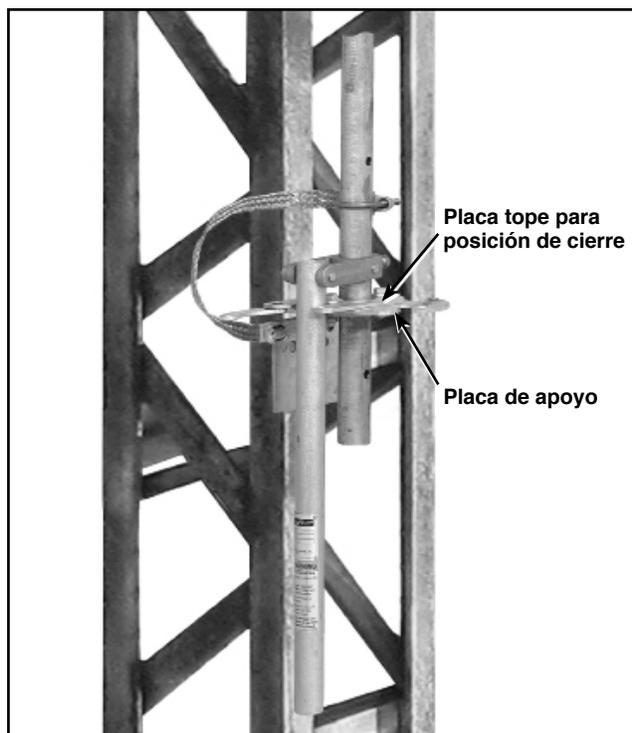

Figura 36. Ajuste de la placa de tope para posición de cierre.
**Paso 30** Cierre la cuchilla totalmente y aplique suficiente presión a la palanca en la dirección de cierre para eliminar todo el juego de las interconexiones del tubo de operación. Ver Figura 36.